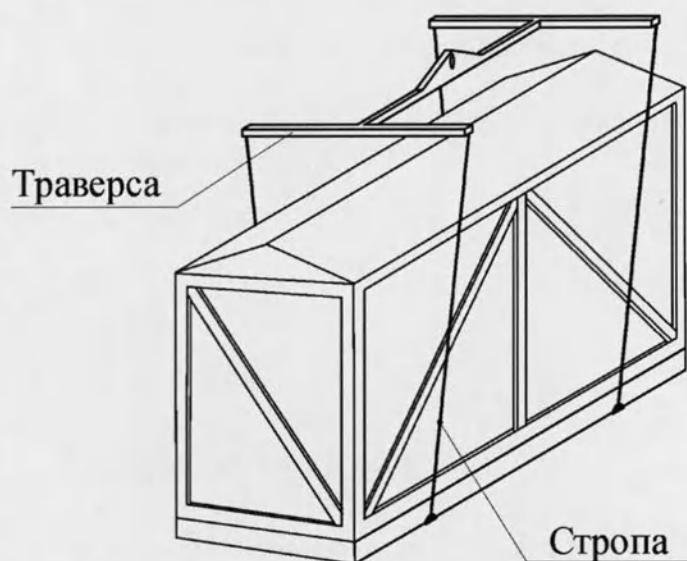

Рис.22
8.8. Схема крепления строп при подъеме показана на рис.22